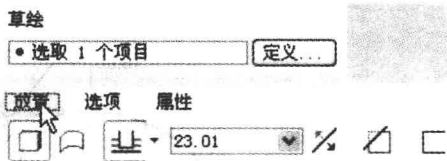
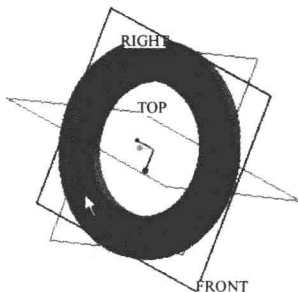
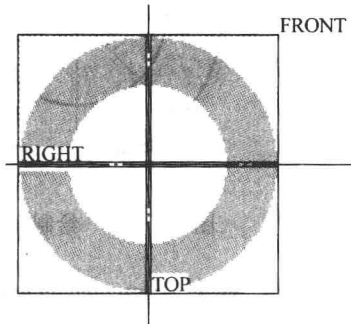
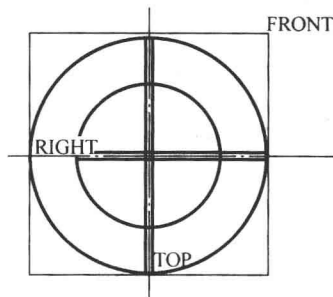

图 1.1-18 放置面板
图 1.1-19 拾取草绘面
图 1.1-20 草绘模式
图 1.1-21 无隐藏线显示模式
(1) 单击按钮，再单击拉伸工具栏中的【放置】，系统弹出如图 1.1-18 所示的放置面板，再单击按钮，弹出【草绘】对话框，选择绘图区中圆环实体的平面作为草绘平面，如图 1.1-19 所示，单击【草绘】对话框中的按钮，进入草绘模式，如图 1.1-20 所示。为便于绘图，单击显示模式工具栏中（无隐藏线）按钮，绘图区中图形显示如图 1.1-21 所示。